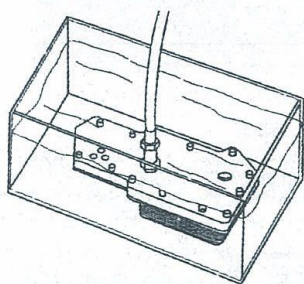

图 1-365 测试机油冷却器是否泄漏
5) 用机油冷却器压力测试工具测试机油冷却器是否泄漏, 见图 1-365。测试时空气压力最小值为 449kPa, 最大值为 518kPa。如果检查出泄漏, 则应更换冷却器芯。